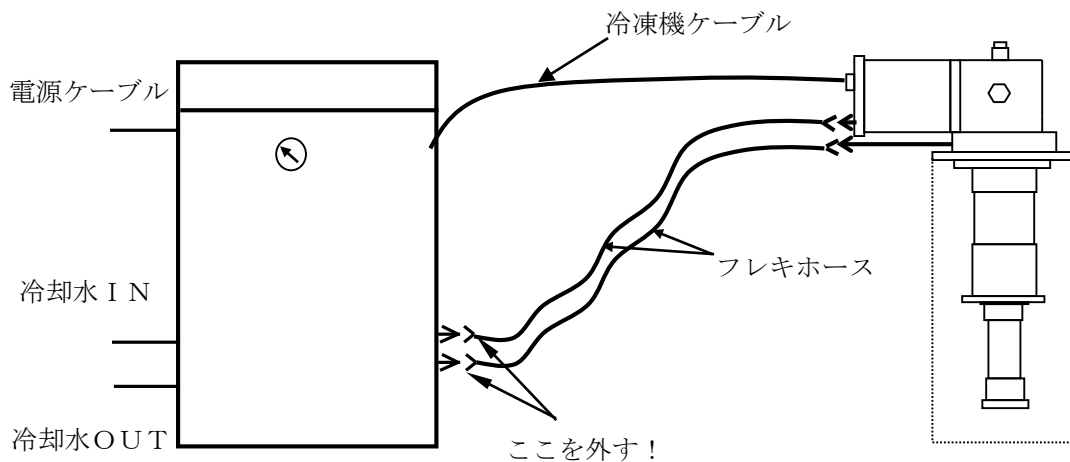

図 5-2 フレキシホースの切り離し
3. 停止したらすぐに、コンプレッサユニット側 SUPPLY、RETURN のフレキシホースを外してください (図 5-2)。